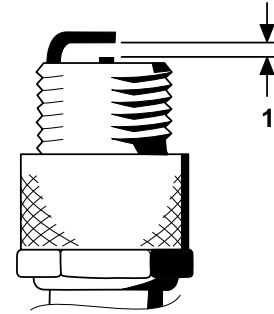

Figure 35
4. Réglez l'écartement entre les électrodes centrale et latérale à 0,76 mm, comme montré à la Figure 35.